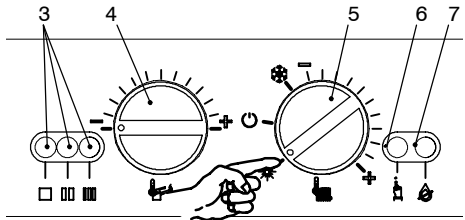

fig. 9.7
- 1 Alimentate elettricamente la caldaia azionando l'interruttore bipolare previsto nella installazione; la lampada di segnalazione 3 in fig. 9.7 lampeggia ogni 4 secondi.
- 2 Posizionare il selettore 5 come indicato in fig. 9.7; la lampada di segnalazione 3 lampeggia ad intermittenza circa ogni 2 secondi.
- 5 Tenere premuto il pulsante di ripristino 6 in fig. 9.7 per circa 10 secondi, la lampada di blocco 7 in fig. 9.7 inizierà a lampeggiare.
- 6 Per settare la funzione *spazzacamino* le spie di segnalazione 3 in fig. 9.7 devono essere visualizzate come in fig. 9.8 (leggenda spie fig. 9.5)
- 7 Ripremere il pulsante di ripristino 6 in fig. 9.7 per circa 5 secondi, la lampada di blocco 7 in fig. 9.7 si spegne, mentre le spie di segnalazione 3 in fig. 9.7 lampeggiano in maniera richiesta potenza riscaldamento fig. 9.9